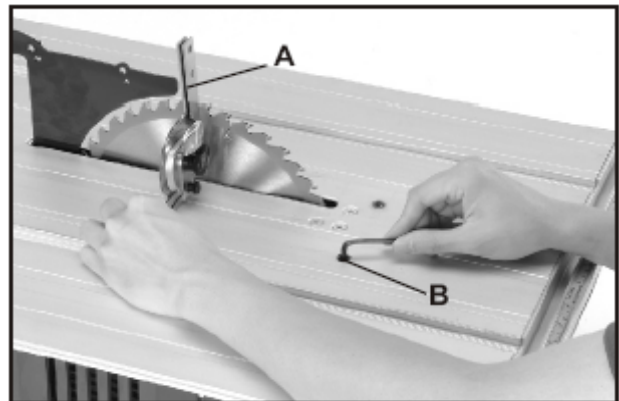

Fig 17.
4. Legen Sie ein Quadrat (A), Abb. 17, auf den Tisch, wobei sich gemäß Darstellung ein Ende des Quadrats längs des Sägeblatts befindet und prüfen Sie, ob das Sägeblatt in einem 90°-Winkel zum Tisch ist. Falls nicht, lösen Sie die Schraube (B) einige wenige Umdrehungen und verschieben Sie den Klippmechanismus des Sägeblattes und die Schraube (B) an, bis diese festsetzt.